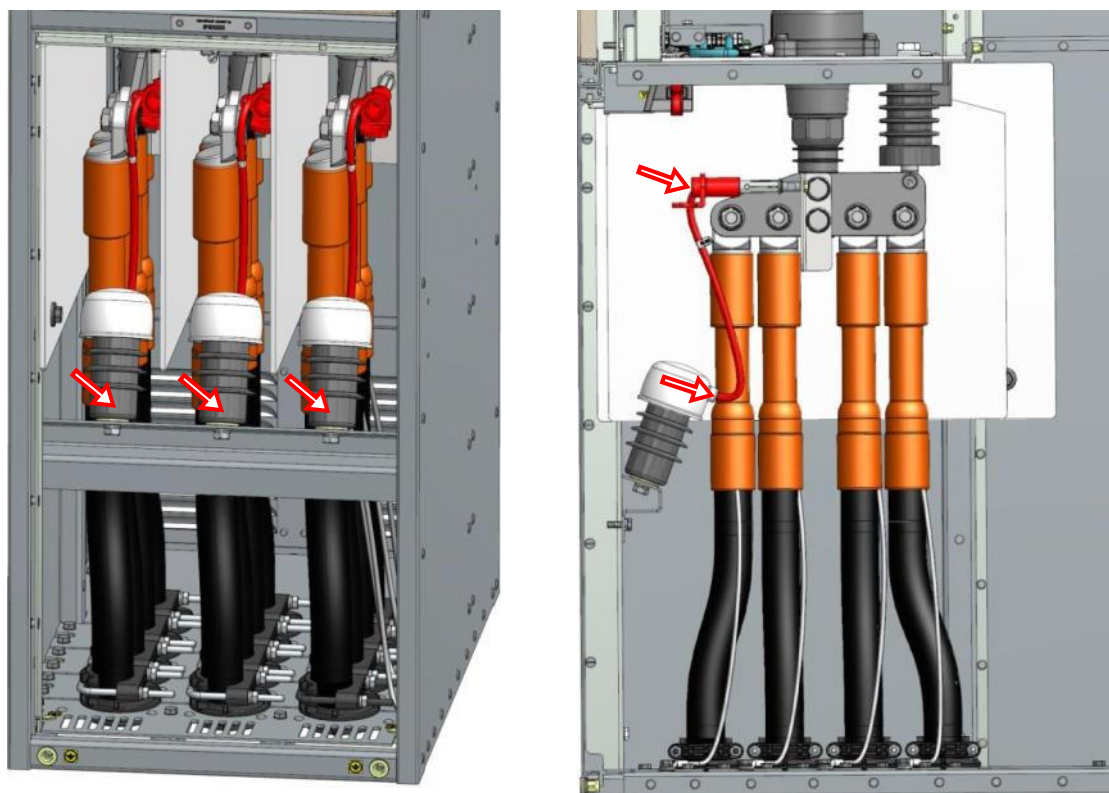

Рис.6.41. Вид КО с установленными ОПН на 10 кВ в шкафу TER_SP15_Etalon_2
1. Держатель ОПН (балка TER_SGdet_Beam_8) имеет увеличенную длину относительно держателя ОПН в TER_SP15_Etalon_1, при этом размещение самих ОПН в TER_SP15_Etalon_2 на держателе организовано в одну горизонтальную линию, а не треугольником, рисунок 6.41 - слева.
2. Установка ОПН на держатель производится с ориентацией жгутов, как выхода провода из резинового изолятора - от себя, так и цанговых контактов жгутов, в сторону КДТН, рисунок 6.41 - справа.